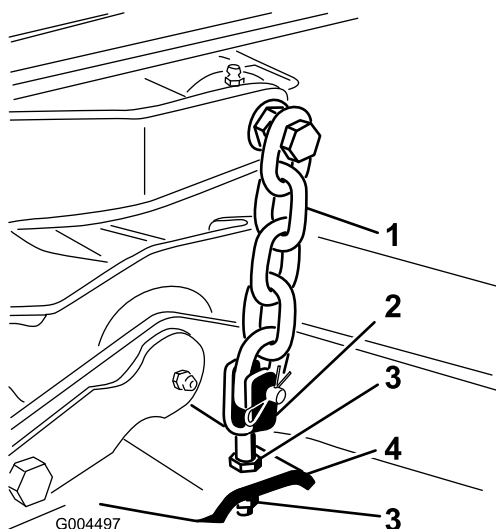

Figure 79
7. Ajustez les écrous de blocage qui fixent les chapes/chaînes au plateau de coupe pour élever l'arrière du plateau de coupe de sorte à obtenir une inclinaison de la lame de 8 mm (Figure 79).